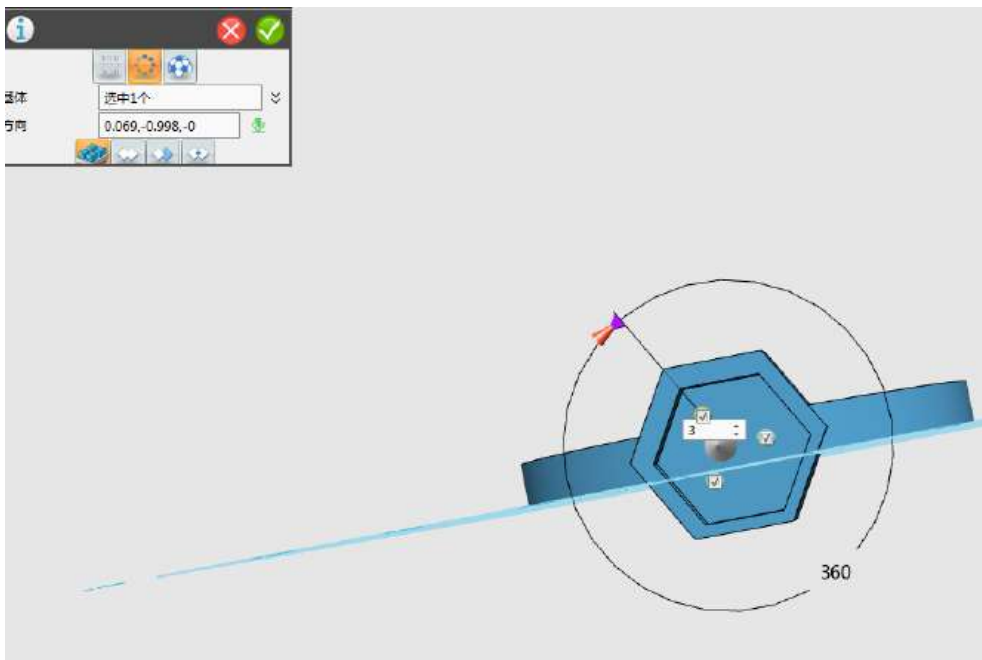

图 1-15
Step 15 点击球体找到悬浮栏上的阵列工具，使用阵列命令，点击球体，用阵列命令画出其他的球体，如下图 1-15 所示：